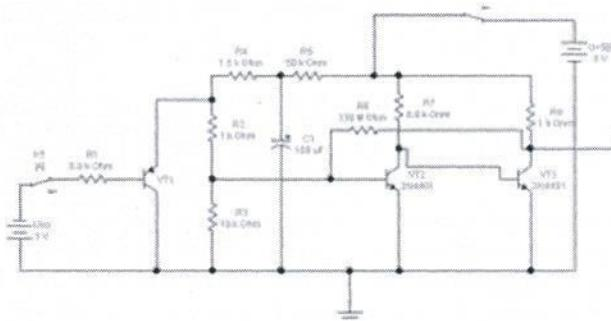

Рис. 5 Схема выработки сигнала PG.
1.2.3. Ознакомится с признаками исправной работы 2 варианта схемы выработки сигнала PG, для этого загрузить модель схемы - pg1.ewb.(Рис.5) Установить исходное состояние переключателей K1-вниз, K2-вверх. Выполнить подключение осциллографа к сигналу PG. Включить схему, переключив K2 в положение низ, имитируя поступление на схему выработанного БП напряжения +5В, ознакомится с работой схемы, выполнить, с помощью осциллографа, измерение времени задержки времени появления сигнала PG - t_{PG}, переключив K1 в положение вверх, имитируя поступление на схему защиты большого по величине сигнала ошибки, что соответствует короткому замыканию на выходе БП. Зарисовать полученные осциллограммы, отметив момент замыкания переключателя K1.